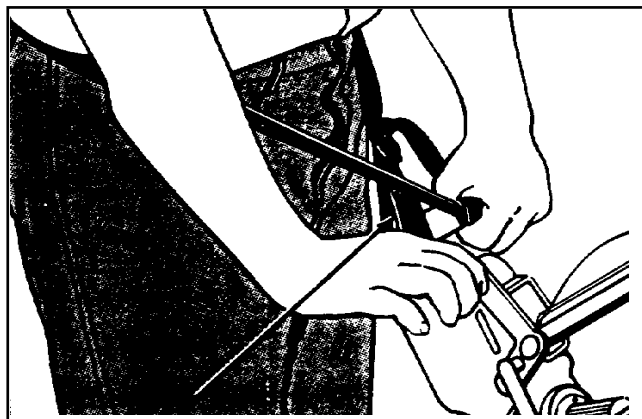

Figura 13
- b. Cruce las tiras en la cintura. (Consulte la figura 13)
(Consulte la figura 13)